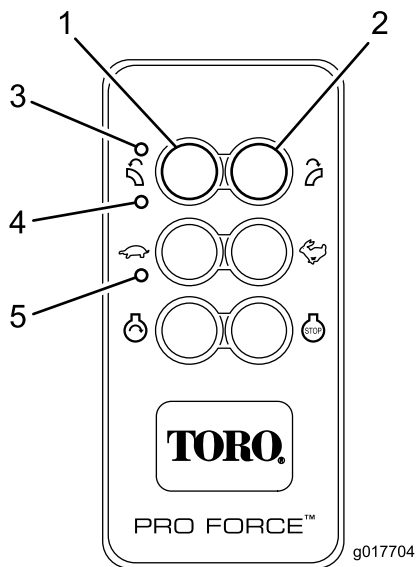

Figura 16
O comando à distância activa (liga) quando é pressionado qualquer botão. Os LEDs TX e RX a piscar indicam que o comando à distância está activo e a comunicar com a unidade base. Para conservar a energia da bateria, o comando à distância permanece activo durante cerca de três (3) segundos antes de automaticamente desligar excepto se existir actividade nos botões dentro desses três segundos. Quando a unidade atinge o tempo limite e desliga, toda a actividade dos LEDs do comando à distância pára (Figura 16). Pressionar qualquer botão vai reactivar o comando à distância